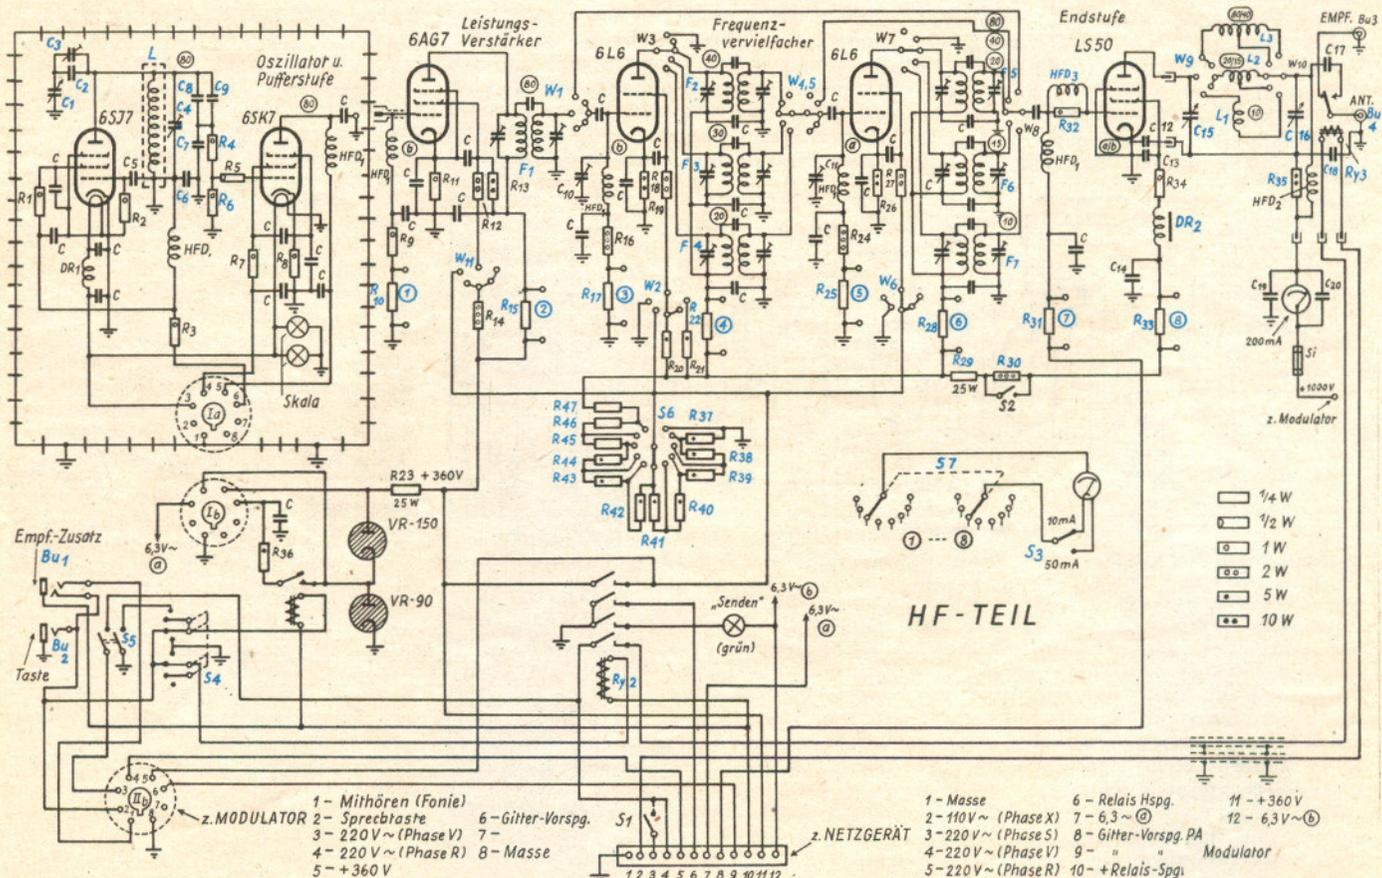

Abb. 2. Schaltung des HF-Teiles des Contest-Senders
Für den veränderlichen Oszillator im HF-Teil der Sendeanlage (Abb. 2) wurde eine Pentodenschaltung (6 S J 7) mit kapazitivem Spannungsteiler gewählt, die besonders stabil und rückwirkungsfrei arbeitet. Bei der hier benutzten Spule (L) mit aufgebrannten Silberwindungen auf keramischem Körper und Tempa-S-Kondensatoren als den großen Festkapazitäten des Schwingkreises (C 6, 7, 9) genügt ein Condensa-C-Röhrchen von 80 pF (C 8) zur Temperaturkompensation. Der 140 pF große Kreisplatten-Drehko (C 1) ergibt zusammen mit einem kleineren Serienkondensator (C 2, 3) eine wünschenswerte Spreizung des Bereiches von 3,5 ... 3,6 MHz über die Hälfte der Skalenbreite, so daß die DX-Bänder, die harmonisch zu diesem